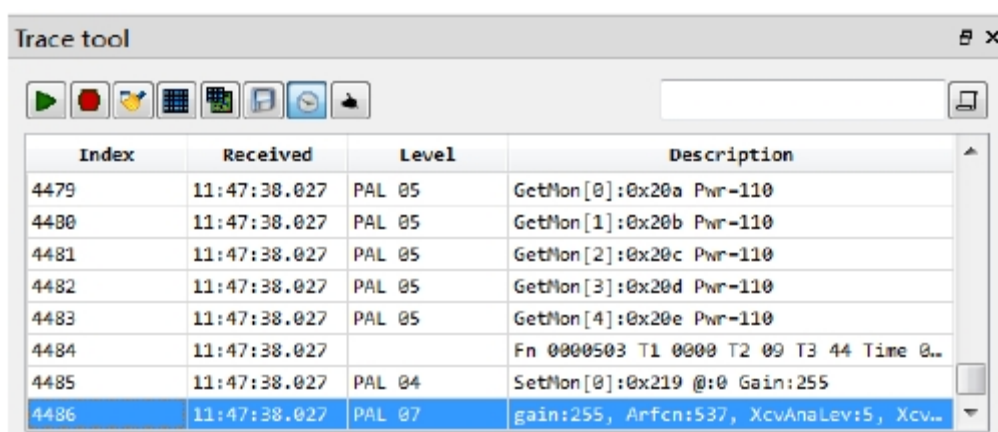

图 11: Trace 工具
- **Row Limit:** Trace 信息表格（如图 11）的最大行数。